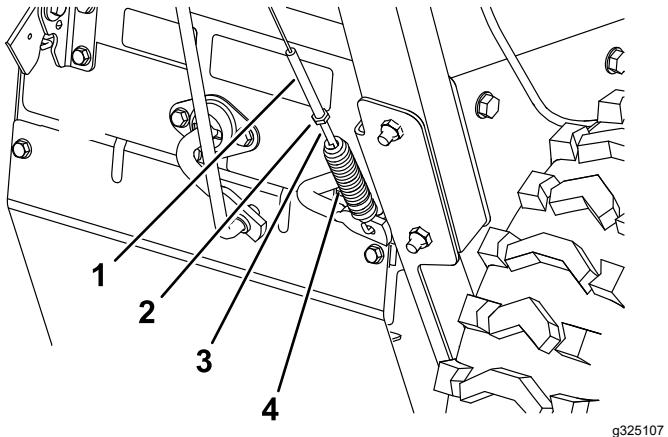
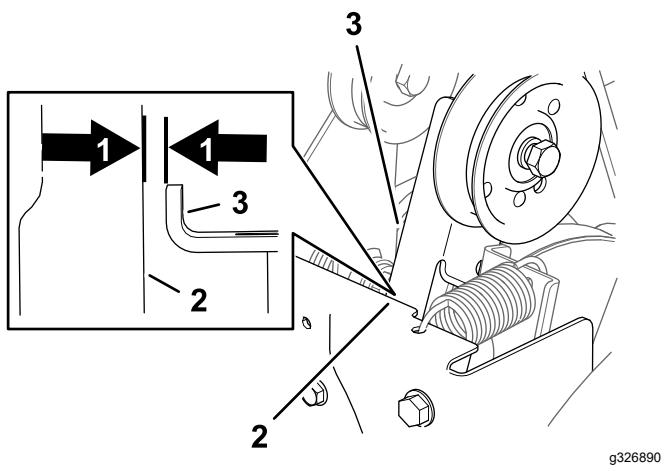

Figura 40
Figura 41
1. Allentate il controdado (Figura 40)
2. Ruotate il regolatore della tensione della molla fino a quando lo spazio tra la stegola e il braccio della frizione della spazzola (Figura 40 e Figura 41) non è pari a 1,5 mm.
3. Serrate il controdado (Figura 40).